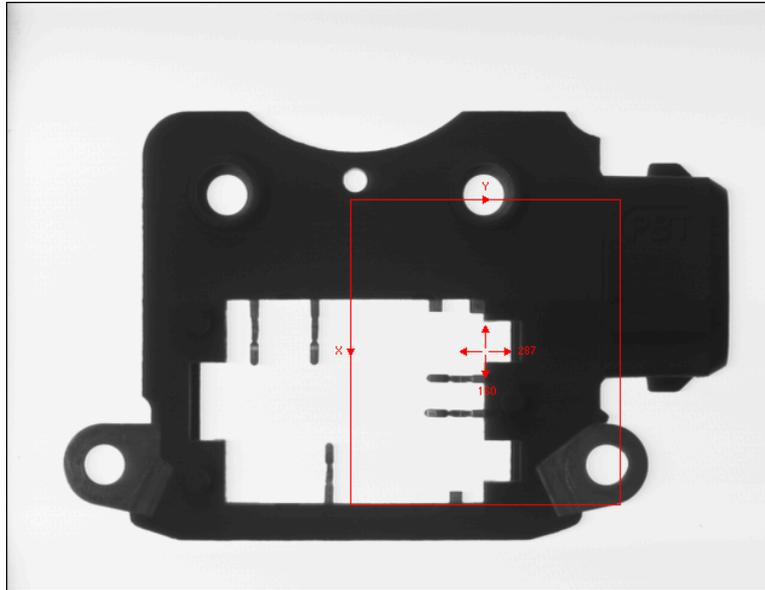

Figure 8-23. Définition d'une Région de recherche
7. Positionnez la région de sorte qu'elle englobe entièrement la section de l'image contenant le motif à localiser, puis validez vos modifications. Un exemple vous est proposé Figure 8-23. Définition d'une Région de recherche.